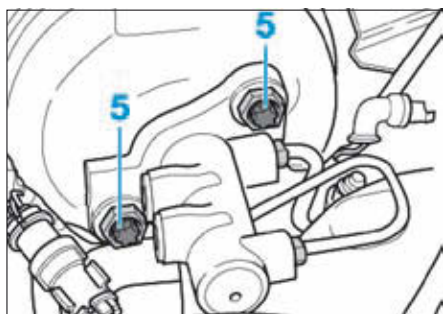

FIG. 16
- les vis (5) du servofrein (Fig.16),